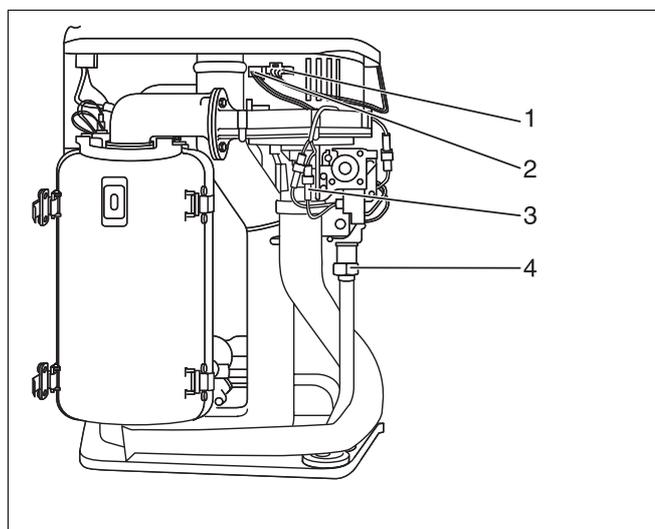

Fig. 33 Svitare il dado di raccordo e staccare il cavo
- Scollegare la spina dell'alimentazione di corrente del ventilatore (fig. 33, pos. 1), la linea di comando UBA del ventilatore (fig. 33, pos. 2) e l'apparecchiatura del gas (fig. 33, pos. 3).
- Svitare il dado di raccordo dell'apparecchiatura del gas (fig. 33, pos. 4).
- Staccare la spina dell'alimentazione elettrica del ventilatore (fig. 33, pos. 1), la linea di comando UBA sul ventilatore (fig. 33, pos. 2) e l'apparecchiatura del gas (fig. 33, pos. 3).